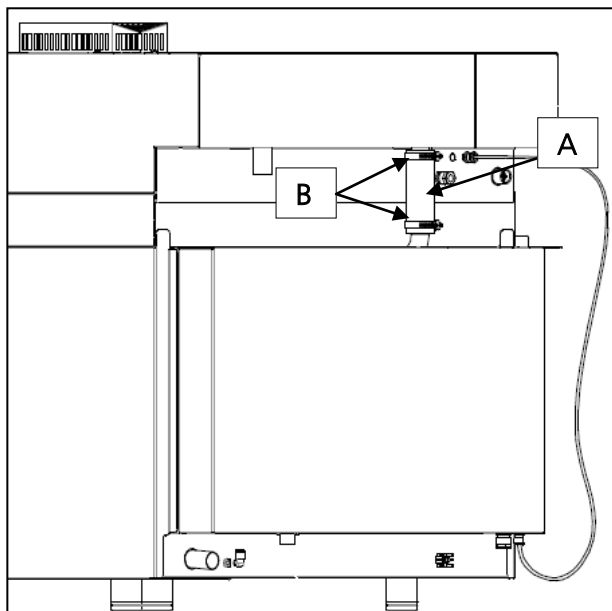

Рис. 5
Установить специальный входящий в комплект поставки резиновый шланг "А" между трубой вывода дымов/паров печи и трубой входа дымов/паров вытяжки и закрепить его с помощью 2 входящих в комплект поставки металлических скоб "В" (рис. 5)
**Только для мод. MKF 1664 TS и мод. MKF 2011 TS** предусмотрены два резиновых шланга "А", входящих в комплект. Они фиксируются 4 входящими в комплект поставки металлическими скобами "В" (рис. 5а).
Рис.5а